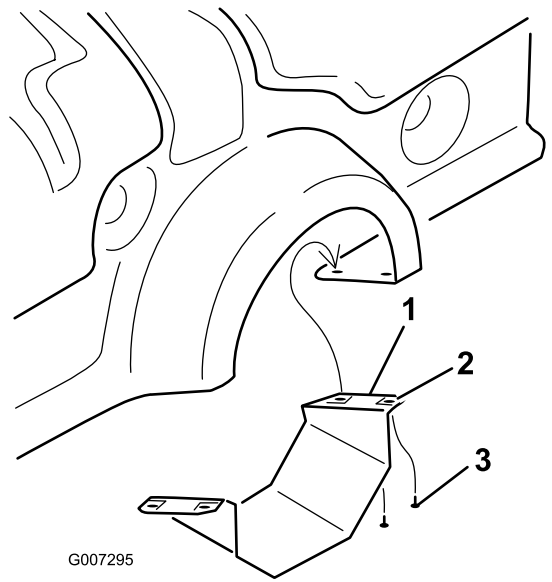

图10
- 1. 仅限 ProCore 864卸下 PTO 护罩图10。